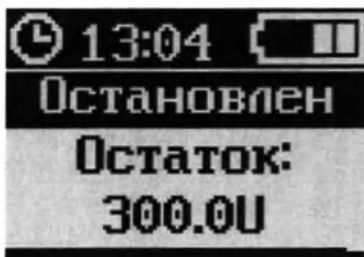

Рисунок 16 – Экран режима «ОСТАНОВЛЕН»
3. Нажать кнопку «ОК» для выхода из меню (рисунок 16).